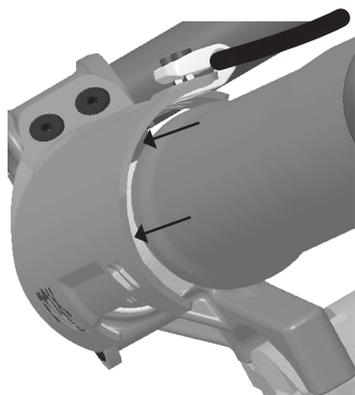

图 10: 前叉护板内侧间隙均匀, 防止摩擦 (俯视图)
6. 最后, 检查刹车油管和卡扣现在所处的位置能否保证在整个前叉护板内侧都有均匀的间隙, 以防止发生任何摩擦(图 10)。使用 2.5 mm 六角钻头和扭矩扳手将两个刹车油管卡扣螺钉拧紧至 0.9 N·m (8 in·lb)。(见图 11)。